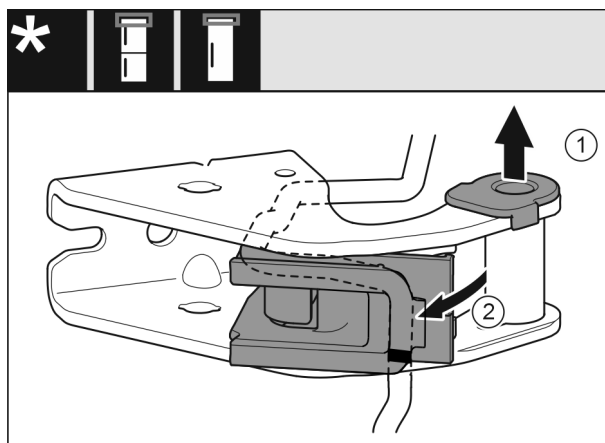

Fig. 26
- ▶ Tuleję łożyskową wyjąć z prowadnicy. Fig. 26 (1)
- ▶ Odchylić mocowanie kabla. Fig. 26 (2)